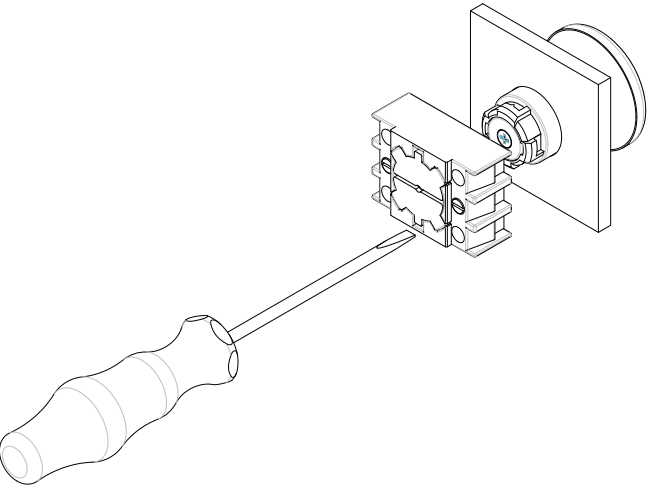

图13
- 2. 通过松开安装法兰上的两个螺钉来进行安装法兰的拆卸。然后将安装法兰逆时针方向转动约 45° 并移除（见图13）。